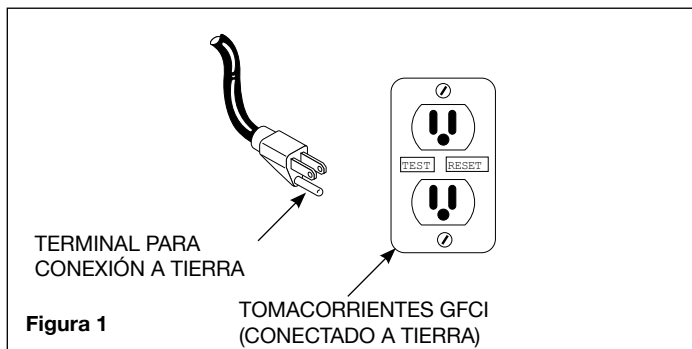

Figura 1
*¡Peligro de morir electrocutado! Esta bomba tiene un conductor para conexión a tierra y un enchufe para conexión a tierra. Debe utilizar un tomacorrientes que cumpla con los códigos vigentes nacionales (NEC en EE.UU.) y locales (Vea la Figura 1).*